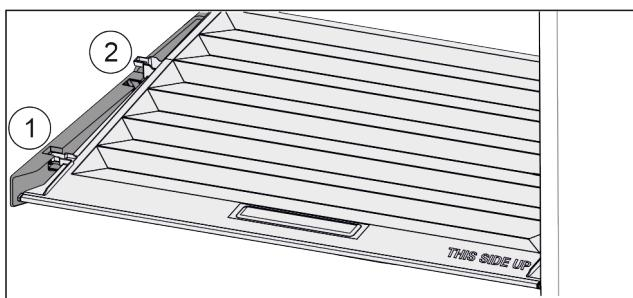

Fig. 128
- Кришку до отвору в деталях для підтримки потягнути вперед Fig. 128 (1).
- Підняти ззаду знізу та вийняти Fig. 128 (2) вгору.